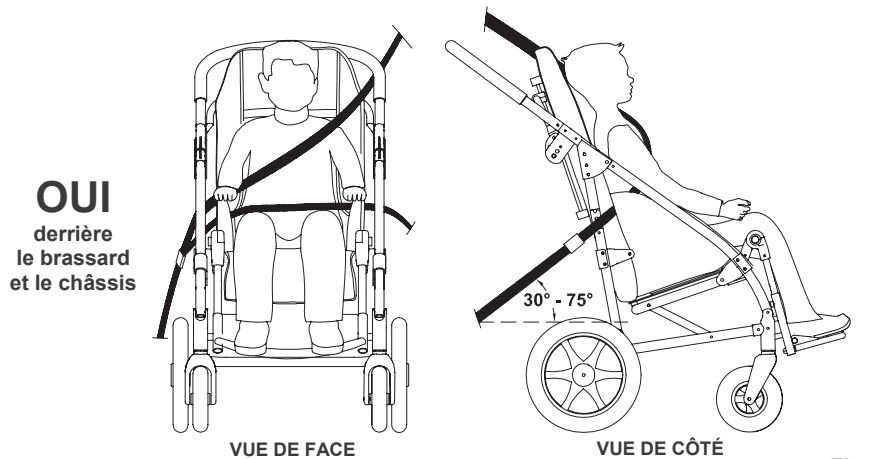

Fig. 5
- pour qu'elles soient efficaces, **les ceintures de retenue doivent être bien serrées sur le corps de l'enfant :** veiller à ce que les composants ou les éléments de la poussette, comme les roues et les côtés, ne les écartent pas (v. fig 5 et 6 page13)
- **la ceinture diagonale pour le torse doit rester au-dessus des épaules,** (v.fig 5 page13)
**ATTENTION !** La ceinture au niveau de l'entre jambe doit être portée basse, de manière à ce que l'angle de celle-ci se trouve dans la zone préférée entre 30 et 75 degrés (v. fig.5). Un angle plus important à l'intérieur de la zone indiquée est toutefois préférable